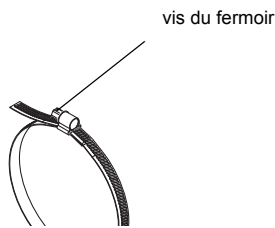

Fig. 9.13: Fermeture de collier de serrage avec sangle de fixation
- Faites passer la sangle de fixation autour de la conduite et à travers le fermoir (voir Fig. 9.13).